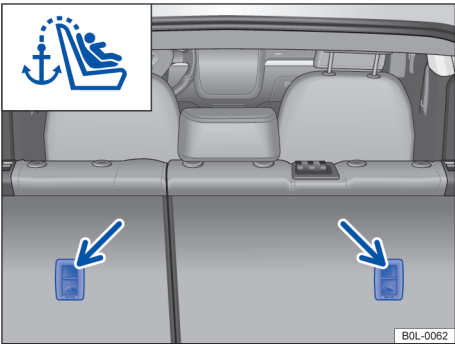

图 40 后排座椅靠背上用于连接顶部固定带的扣环
- 将顶部固定带的挂钩连接到行李箱内后排座椅靠背上的固定环上 → 图 40。